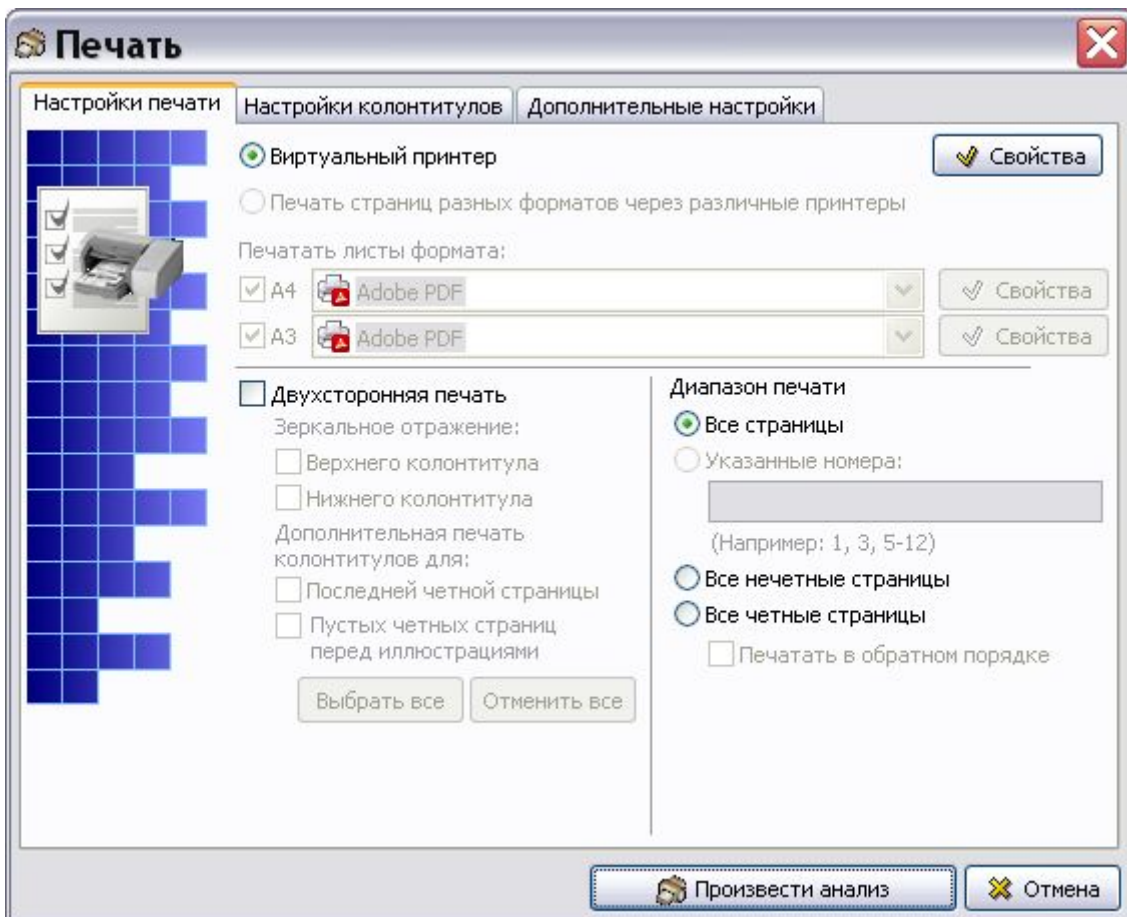

Рис. 8.225
4. В окне **Анализ** нажмите на кнопку **Применить**. После этого появится окно **Печать** (Рис. 8.225).